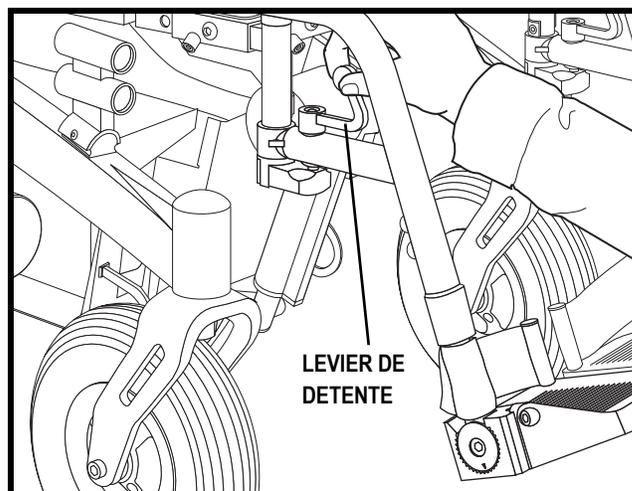

Figure 19. Appui-pied escamotable
1. Pesez sur le bouton de détente sur le côté désiré. Voir la figure 19.
1. Retirez les vis de réglage du SFR. Voir la figure 19.